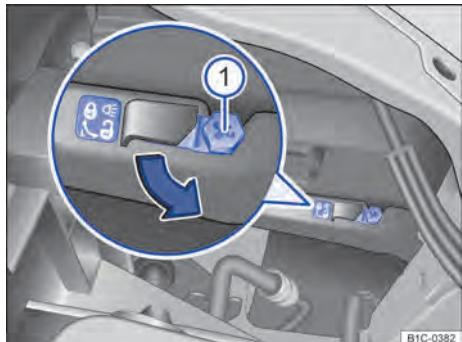

Fig. 175 No compartimento do motor: alavanca de destravamento do farol dianteiro esquerdo.
3. Destrarvar a carcaça do farol. Para isso, enfiar a chave de fenda Phillips ⇒ Página 288 na alavanca de destravamento ⇒ Fig. 175 ①.
4. Girar a chave de fenda em aproximadamente 50° no sentido ↗ ⇒ Fig. 175 (seta), até que ressoe um ruído de “clique” (no farol esquerdo, no sentido anti-horário, no farol direito, no sentido horário).